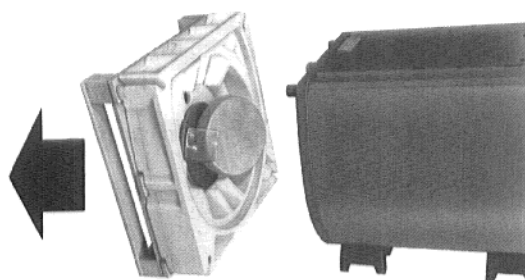

Fig. 10
4. Staccare l'imballaggio di base con paletta dalla parete posteriore dell'accumulatore (Fig. 10).